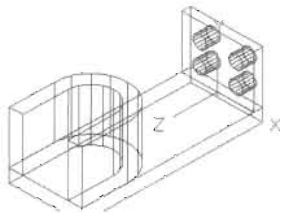

图 12-101
(7) 在命令行中输入 Extrude 命令，将半径为 15 的 4 个圆拉伸成高度大于 10 的实体，如图 12-101 所示。
(8) 在命令行中输入 Subtract (差集) 命令或者执行“修改>实体编辑>差集”菜单命令，从 10×80×60 的长方体中减去 4 个半径为 15 的圆柱体，命令执行过程如下，消隐后的效果如